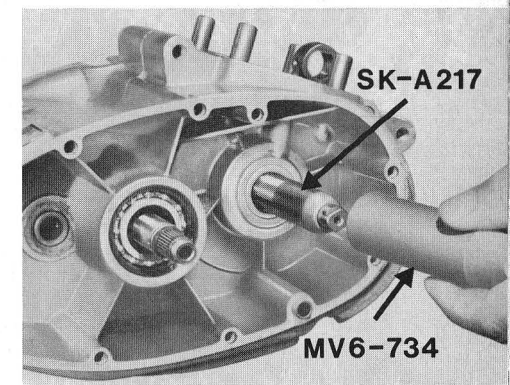

Bild 50
- Hohldurchschlag MV 6-734 zu verwenden (Bild 50).